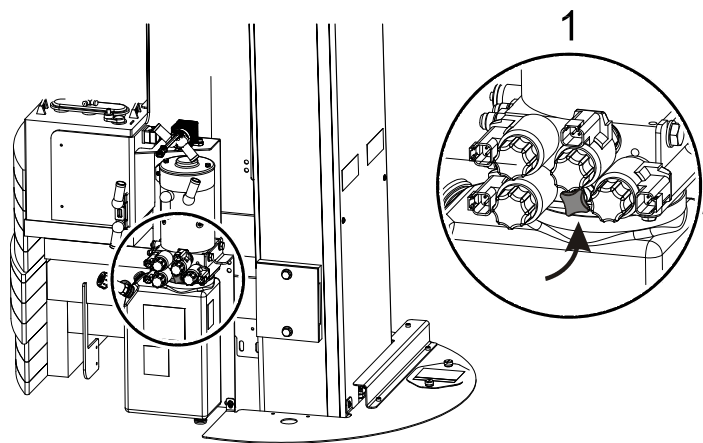

Figure 3-5. Vanne Rotative
- 14- Vanne de débrayage du moteur d'orientation (voir figure 3-5)
- une **vanne rotative (1)** située sur le groupe hydraulique pour débrayer le moteur d'orientation (Voir Figure 3-5.).